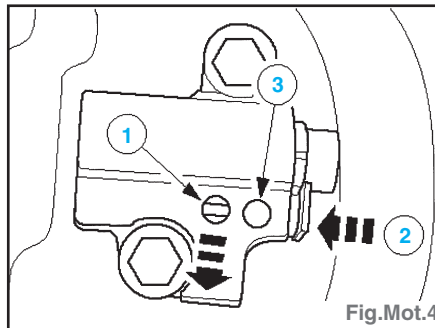

Fig.Mot.4
- Détendre et verrouiller le tendeur de chaîne de distribution (Fig.Mot.4) :
- rétracter le cliquet (1),
- enfoncer le clip (2),
- insérer une goupille (3).